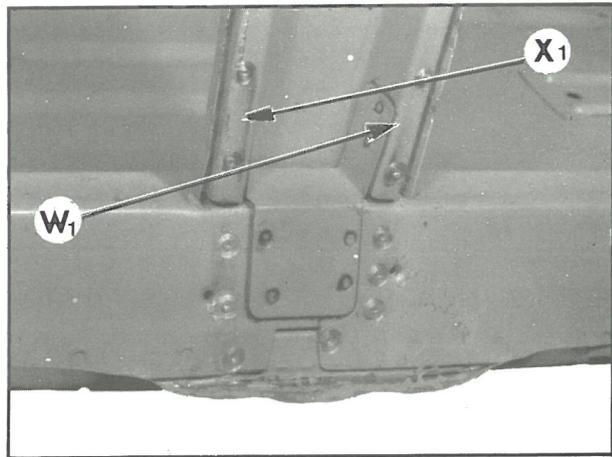

Fig. 9
- en* W₁ (fig. 9) (deux points)
- en* X₁ (fig. 9) (deux points)